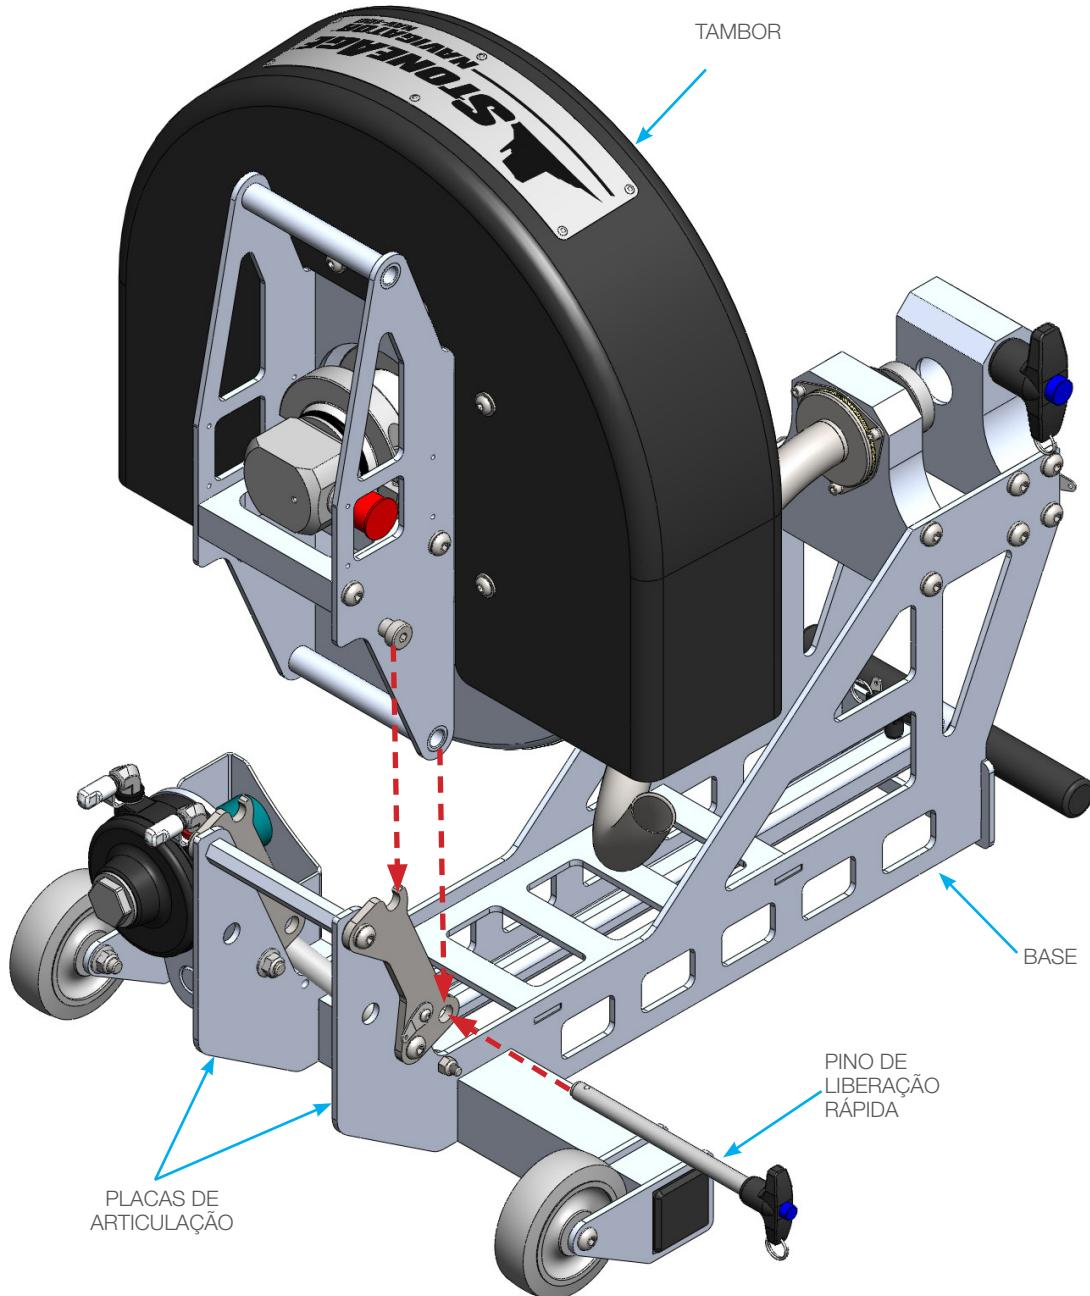

FIGURA 1
1. Extraia o Pino de Liberação Rápida da Base. Instale o Tambor na Base, encaixando as cabeças dos parafusos de cabeça cilíndrica nos entalhes das Placas de Articulação e introduzindo o Pino de Liberação Rápida nos furos das Placas de Articulação. (**Figura 1**)